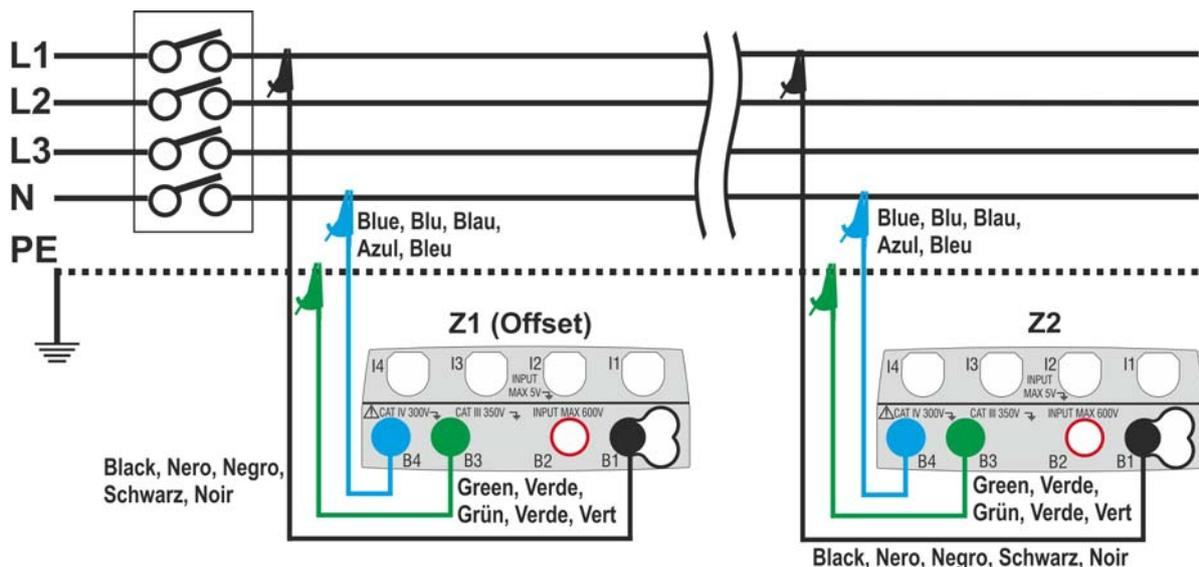

Fig. 33: Collegamento strumento per misura caduta di tensione in modo L-N
6. Passare al punto 9 nel caso in cui sia stato inserito manualmente il valore della Z1 (Offset). **Nel caso in cui NON sia stato inserito manualmente il valore della Z1 (Offset)** collegare lo strumento nel punto iniziale della linea in esame (tipicamente a valle della protezione) in accordo alle Fig. 33 o Fig. 34 al fine di eseguire la prima misura di impedenza **Z1 (Offset)**. In tal caso lo strumento eseguirà la misura di impedenza presente a monte del punto iniziale della linea assumendola come riferimento iniziale. La seguente videata (relativa alla misura L-L) è mostrata a display
9. Collegare lo strumento nel punto finale della linea in esame in accordo alle Fig. 33 o Fig. 34 in modo da eseguire la misura di impedenza a fine linea **Z2**. La videata a fianco è mostrata a display. Notare la presenza a display del valore **Z1 (Offset)** precedentemente misurato